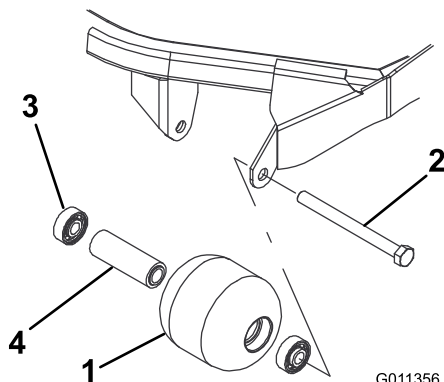

Figura 98
1. Rimuovete il bullone di montaggio del rullo (Figura 98).
4. Verificate la presenza di eventuali danni sull'alloggiamento, sui cuscinetti e sul distanziale del cuscinetto del rullo (Figura 98). Sostituite tutti i componenti danneggiati e procedete con il loro montaggio.
1. Montate il primo cuscinetto premendolo nell'alloggiamento all'interno del rullo (Figura 98). Premete soltanto sulla pista esterna o, in misura uguale, sulla pista interna ed esterna.
2. Inserite il distanziale (Figura 98).
3. Montate il secondo cuscinetto premendolo nell'alloggiamento all'interno del rullo (Figura 98). Premete in misura uguale sulla pista interna ed esterna, fino a quando la pista interna non tocca il distanziale.